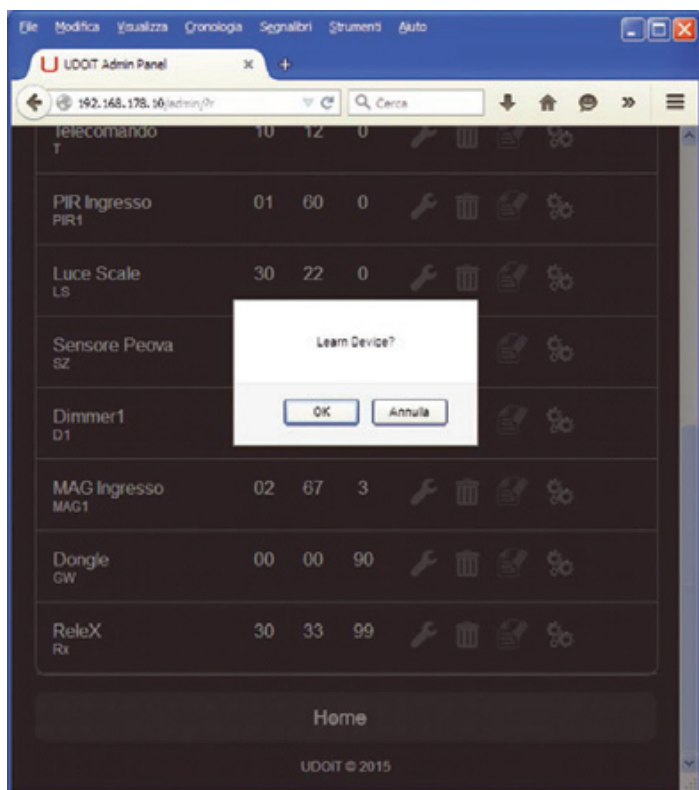

Fig. 8
- Nella pagina "Devices" del pannello "Settings" si "prenota" l'operazione di apprendimento cliccando sull'icona a forma di foglio di carta e matita ("Learn Device") in corrispondenza del dispositivo per il quale si vuole eseguire l'associazione (Fig. 8);